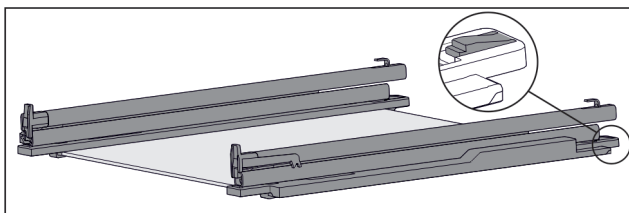

Fig. 105 Glasplaat met rails en vasthouddelen
- ▶ Vasthouddel achter omlaag duwen (zie Fig. 105) en tegelijk rails naar achteren schuiven.